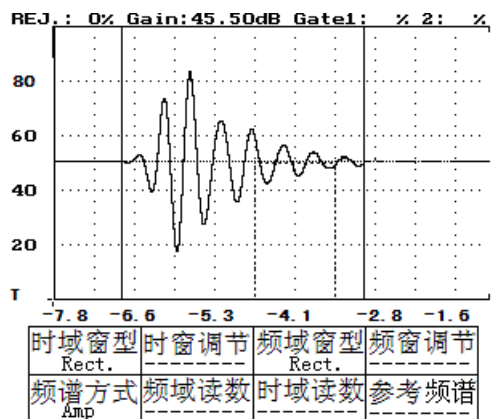

图 23-4
8、按进入键——进入时窗调节功能，此时屏幕上出现二条竖线，显示如图 23-4 所示。